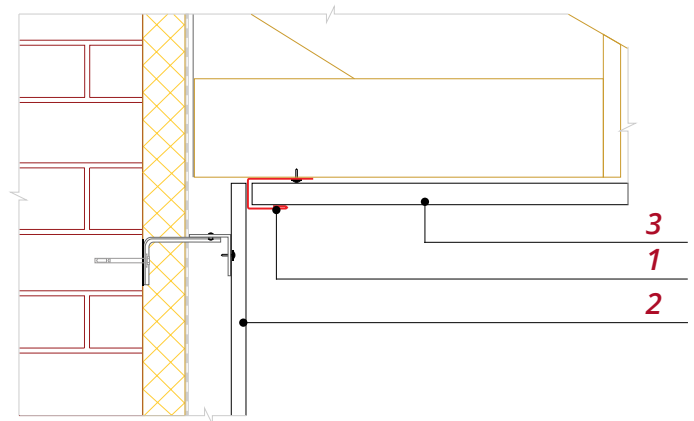

Рис. 5
- Если предусмотрена подшивка карнизных свесов (рис. 5), край панели **2** закройте приемным J-профилем **1** софитов **3** или карнизным молдингом. В этом случае дополнительный J-профиль можно не использовать.